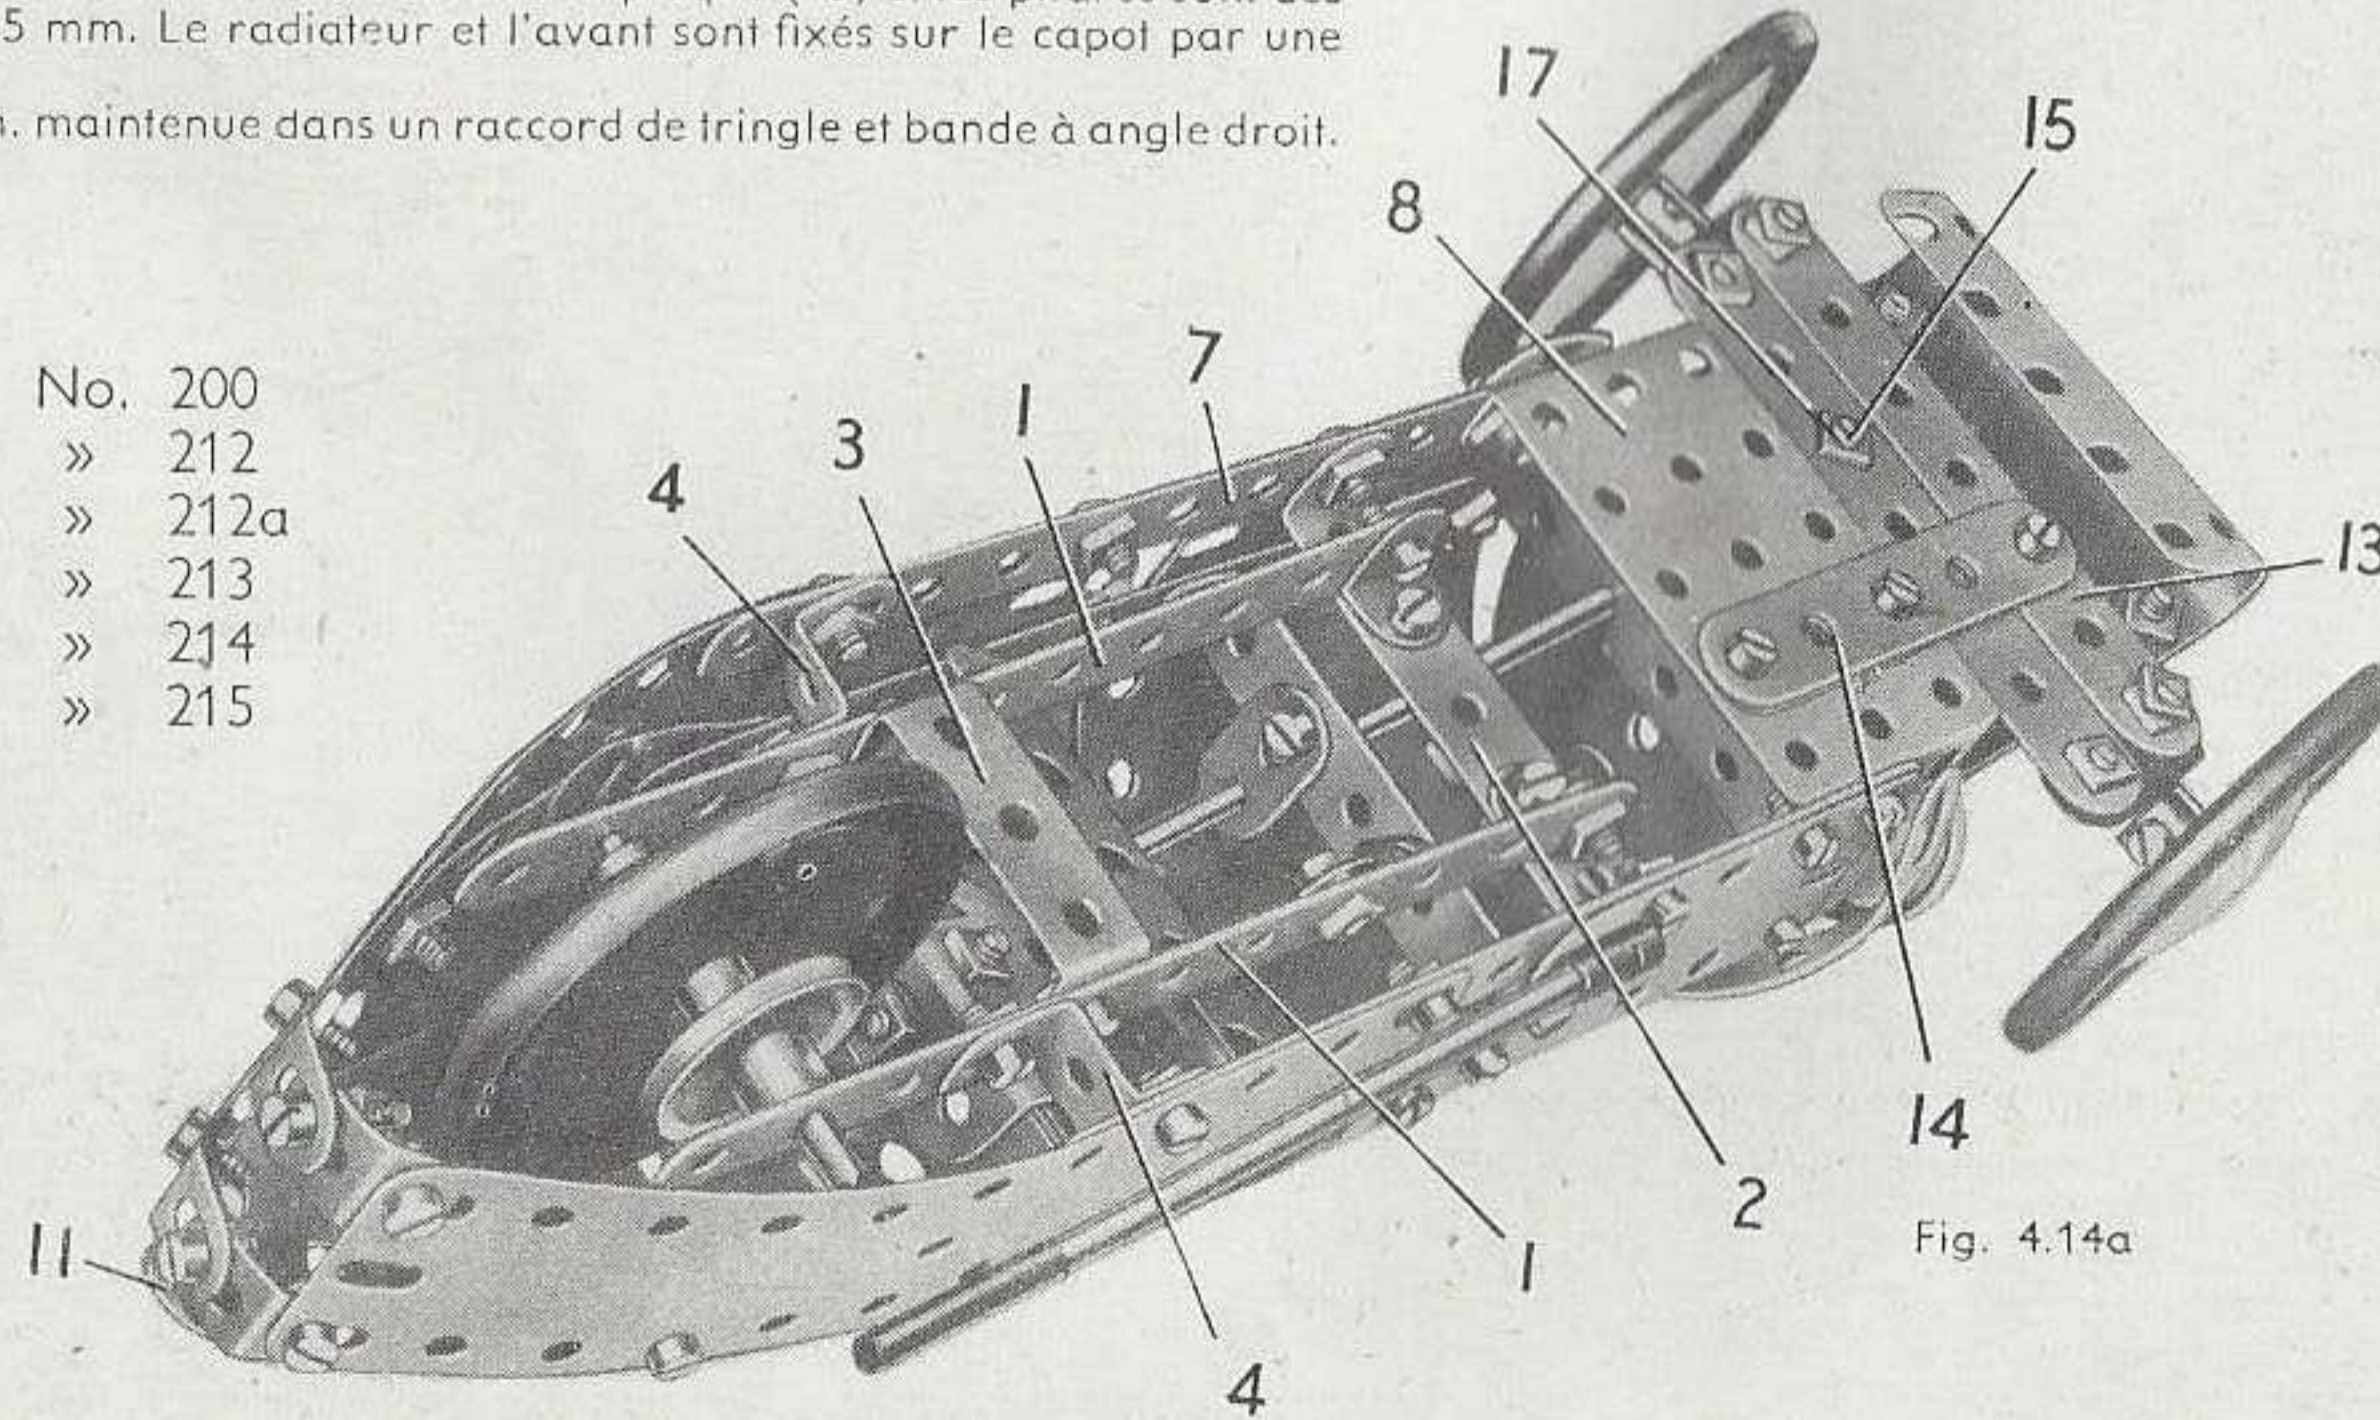

Fig. 4.14a
plaques (6) sont réunies par 4 équerres à 135° disposées par paires (fig. 4.14a). Une plaque à rebords de 6x4 cm. (8) boulonnée entre les deux côtés de la carrosserie débordant d'un trou les extrémités avant des bandes (7). Le dessus du capot est une plaque flexible de 11,5x6 cm. incurvée de façon voulue et boulonnée entre les plaques (5). Les boulons (9) et (10) qui la tiennent en place servent également à fixer des bandes coudées de 60x12 mm. entre les côtés, de façon à renforcer le capot.